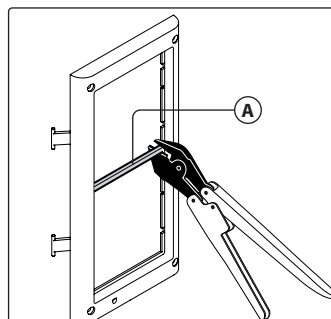

Fig. 13
- Per procedere con l'installazione del pannello con Art. 4852 o Art. 4882, rimuovere dalla cornice di supporto la traversa **A** come indicato in **Fig. 13**.